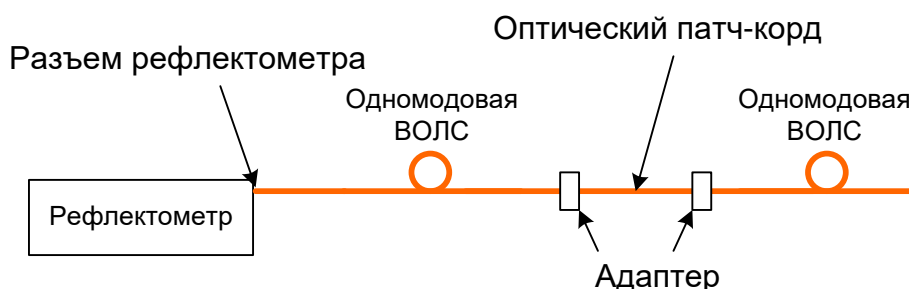

Рис. 4.1 Схема для выполнения лабораторной работы
5. Соберите схему, аналогичную рис. 4.1, для многомодового волокна.